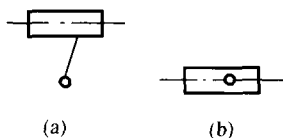
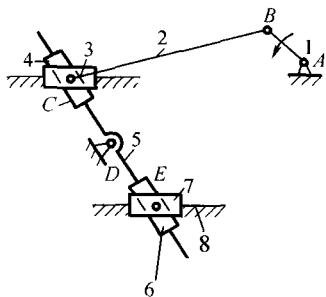
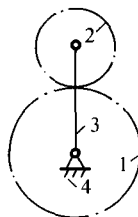

图 1-1
图 1-2
图 1-3
在绘制机构运动简图时,要注意可能组成一个转动副和一个移动副的构件的表示方法。在图1-1中,图1-1(a)是这种构件的一般表示法。因移动副只要求导路方向与移动方向一致,而导路的位置是不受限制的,如令导路通过转动副的回转中心,即得图1-1(b)。它是这类构件最常见的表现形式。学生应当学会分析由这类构件构成的复杂图形。例如图1-2所示压缩机机构在铰链C处各构件间的关系如下:构件2-3,3-4间组成转动副,构件3-8,4-5间组成移动副。
3. 对复合铰链,应当注意复合铰链是指两个以上回转副中心重合为一,而不应仅仅根据若干构件汇交来判断。例如图1-2铰链E处虽有5,6,7,8四个构件汇交,但它们构成两个移动副和一个转动副,故不存在复合铰链。在图1-3所示周转轮系中,1,2,3是活动构件,4是机架,构件1,3和4在O点形成复合铰链。由于齿轮、凸轮等构件习惯于用外形来表示,简图上看不出构件汇交,故这种复合铰链易被忽略。